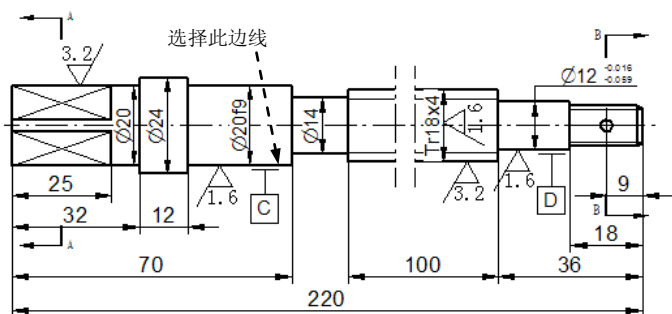

图 8.13.48 标注基准特征符号
Step3. 放置基准特征符号。选择图 8.13.48 所示的边线，在合适的位置处单击，完成操作。结果如图 8.13.48 所示。
Step4. 参照上一步的操作方法放置基准特征符号 D。结果如图 8.13.48 所示。